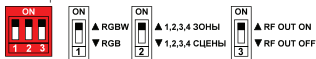

Рис. 2. Конфигурация микропереключателя.
3.4. Выполните установку режима работы панели при помощи DIP-переключателей (Рис.2).